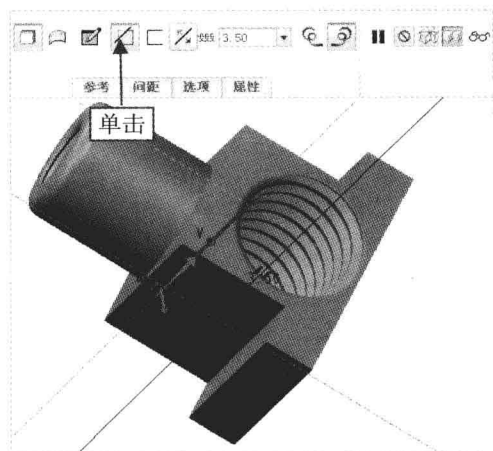

图 16-24 单击“移除材料”按钮 2
Step 14 返回“螺旋扫描”选项卡，在“输入间距值”数值框中输入 3.5，单击“移除材料”按钮 ，如图 16-24 所示。